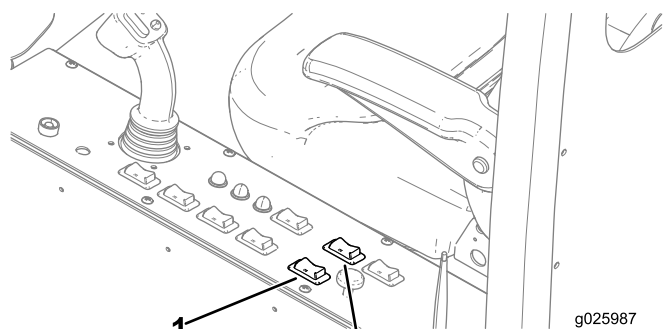

Рисунок 61
1. Чтобы переместить кабину в положение БУРЕНИЯ, нажмите вверх КЛАВИШНЫЙ ПЕРЕКЛЮЧАТЕЛЬ ПЕРЕМЕЩЕНИЯ КАБИНЫ и удерживайте его в этом положении до останова кабины (Рисунок 61).
2. Для поворота кабины в требуемое положение бурения нажмите вверх КЛАВИШНЫЙ ПЕРЕКЛЮЧАТЕЛЬ ПОВОРОТА КАБИНЫ (Рисунок 61).
1. Чтобы повернуть кабину в ТРАНСПОРТНОЕ положение, нажмите вниз КЛАВИШНЫЙ ПЕРЕКЛЮЧАТЕЛЬ ПОВОРОТА КАБИНЫ и удерживайте его нажатым до останова кабины (Рисунок 61).
2. Чтобы переместить кабину в ТРАНСПОРТНОЕ положение, нажмите вниз КЛАВИШНЫЙ ПЕРЕКЛЮЧАТЕЛЬ ПЕРЕМЕЩЕНИЯ КАБИНЫ и удерживайте его в нажатом положении до останова кабины (Рисунок 61).